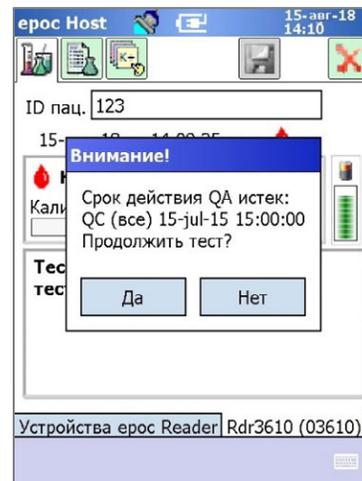

Рис. 44.
- При установке пользователем тест-карты появляется всплывающее сообщение с запросом на дальнейшее выполнение анализа (рис. 44).